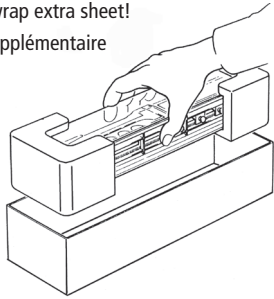

Fig. 2
**Betriebsbedingungen:** Es empfiehlt sich, das Modell 30 Minuten vorwärts und 30 Minuten rückwärts ohne Belastung **einlaufen zu lassen**, damit Ihr Modell einen **optimalen Rundlauf** und **beste Zugkraft** bekommt. Der kleinste befahrbare Radius für dieses Modell ist **R32** (358mm) des ROCO-Gleissystems (Modell ohne lange Kolbenschutzrohre) (Fig. 2).
**Operating instructions:** Before use is advisable to let the loco go around about 30 minutes forwards and 30 minutes backwards without load, to obtain an optimal circuit and best tractive power. The smallest radius this model should run is **R32** (358 mm) (model without long tubes protection pistons) (fig. 2).
**Conditions de rodage:** Afin d'assurer les meilleures conditions de marche tranquille et de traction puissante à votre modèle nous vous conseillons un rodage du modèle de 30 minutes environ en marche avant et d'autres 30 minutes en marche arrière. Pendant cette période la marche doit se faire "haut le pied". Le rayon minimal admissible du modèle présent est fixé à 358 mm, soit le rayon **R32** des voies ROCO (modèle sans longs tubes de protection du piston) (fig. 2).